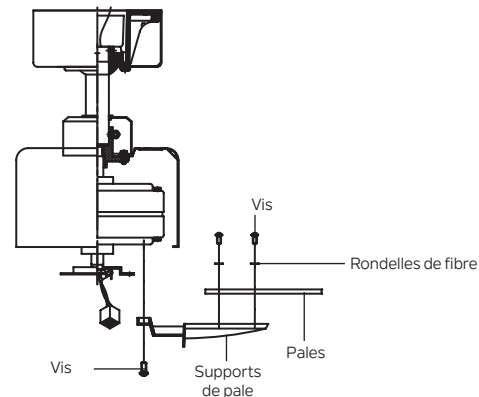

Fig. 14
Étape 1. Fixez une pale à un support de pale à l'aide des vis et des rondelles de fibre fournies. (Fig. 14)
Étape 2. Fixez chaque ensemble de pale au moteur à l'aide des vis de montage du support de pale. (Fig. 14)